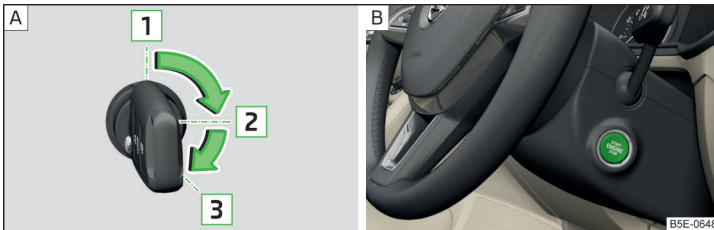

Abb. 240 Positionen des Fahrzeugschlüssels im Zündschloss / Starterknopf
Positionen des Fahrzeugschlüssels im Zündschloss » Abb. 240 - **A**
› Den Knopf drücken » Abb. 240 - **B**, die Zündung wird ein-/ausgeschaltet.
- › Bei Fahrzeugen mit **Zündschloss** den Schlüssel in die Position **3** drehen » Abb. 240 auf Seite 214 - **A**, es erfolgt der Startvorgang. Dann den Schlüssel loslassen, der Motor springt automatisch an.
- › Bei Fahrzeugen mit **Starterknopf** den Knopf kurz drücken » Abb. 240 auf Seite 214 - **B**, der Motor springt automatisch an.
- › Bei Fahrzeugen mit **Zündschloss** den Schlüssel in die Position **1** drehen » Abb. 240 auf Seite 214 - **A**.
- › Bei Fahrzeugen mit **Starterknopf** den Knopf drücken » Abb. 240 auf Seite 214 - **B**, der Motor und die Zündung werden gleichzeitig ausgeschaltet.
- Den Knopf gedrückt halten » **Abb. 240 auf Seite 214** -  oder zweimal innerhalb von 1 Sekunde drücken.